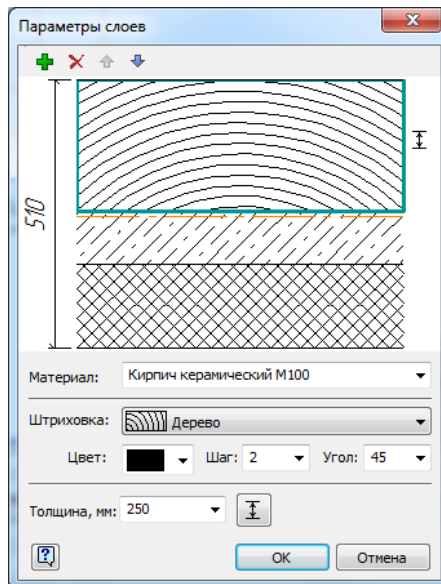

Рисунок 1.2.2. Окно диалога Параметры слоев
- кнопка **Параметры слоев** вызывает диалог, который позволяет создать многослойные стены. (Рис. 1.2.2).